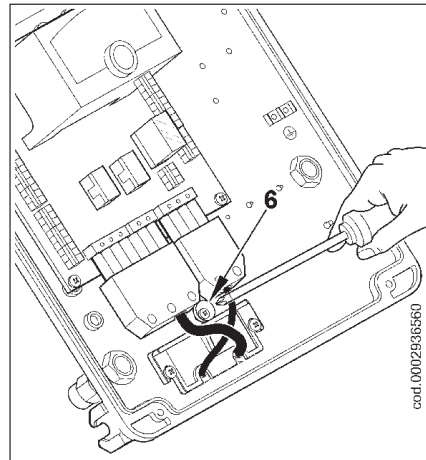

Fig. 3
- 3) 如图3，将电缆压板(3)放回原位，旋转凸轮(6)使压板压紧两根电缆，然后拧紧压板固定螺丝。最后，插上7孔插头和4孔插头。